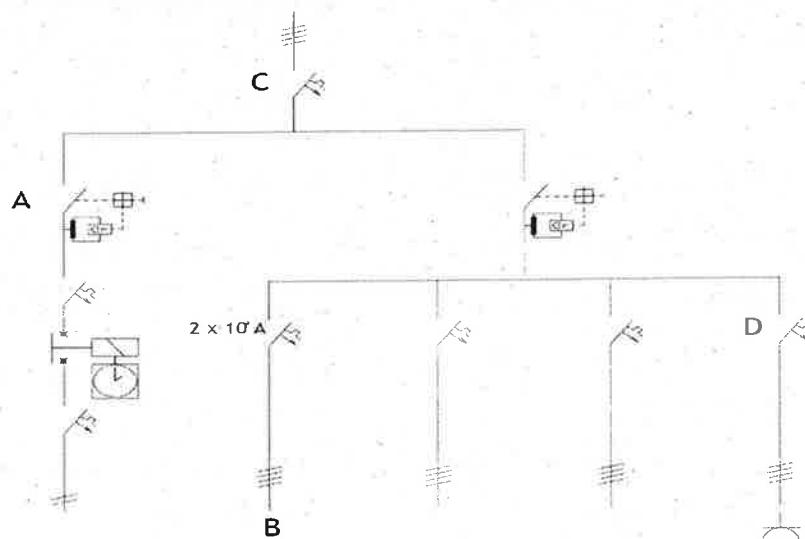

Figura 1
16.- ¿Cómo se denomina el elemento designado con la letra A de la figura 1?
18.- ¿Cómo se denomina el elemento designado con la letra C de la figura 1?
20.- ¿Como se llama al tipo de dibujo de la figura 1?.